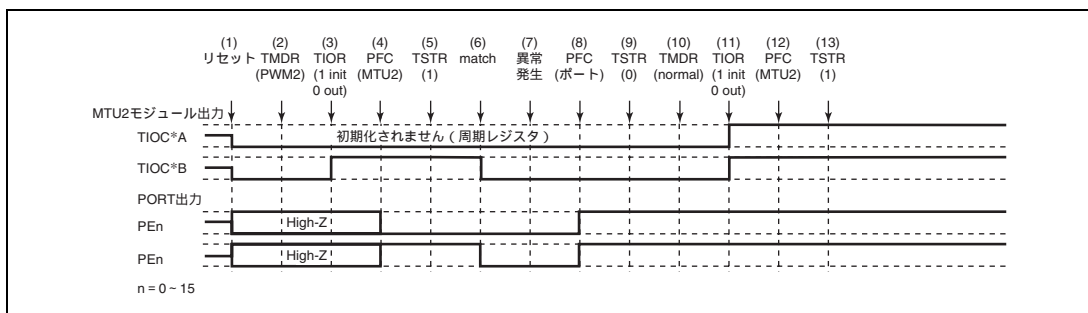

図 11.151 PWM モード 2 で異常が発生し、ノーマルモードで復帰する場合
PWM モード 2 で異常が発生し、再設定後ノーマルモードで再スタートする場合の説明図を図 11.151 に示します。
(1) ~ (9) は図 11.151 と共通です。
(10) PWM モード 1 を設定します。
(11) TIOR で端子を初期化してください (PWM モード 1 では TIOC*B 側は初期化されません)。
(12) PFC で MTU2 出力としてください。
(13) TSTR で再スタートします。
(15) PWM モード 2 で動作中に異常が発生し、PWM モード 2 で再スタートする場合の動作
(10) PWM モード 2 で再スタートする場合には必要ありません。
(11) TIOR で端子を初期化してください (PWM モード 2 では周期レジスタの端子は初期化されません)。
(16) PWM モード 2 で動作中に異常が発生し、位相計数モードで再スタートする場合の動作
- (1) ~ (9) は図 11.151 と共通です。
- (10) 位相計数モードを設定します。
- (11) TIOR で端子を初期化してください。
- (12) PFC で MTU2 出力としてください。
- (13) TSTR で再スタートします。
(17) 位相計数モードで動作中に異常が発生し、ノーマルモードで再スタートする場合の動作